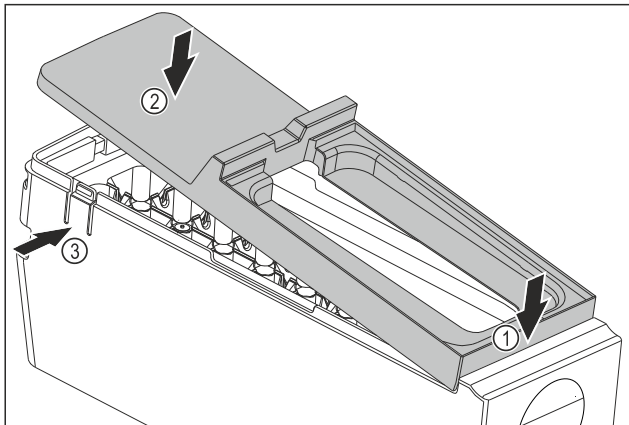

Fig. 77
- ▶ Монтаж на капака на корпуса на EasyTwist-Ice: Поставете капака отпред. Fig. 77 (1)
- ▶ Спуснете капака отзад. Fig. 77 (2)
- ▷ Капакът се фиксира с щракване в двете езичета Fig. 77 (3).